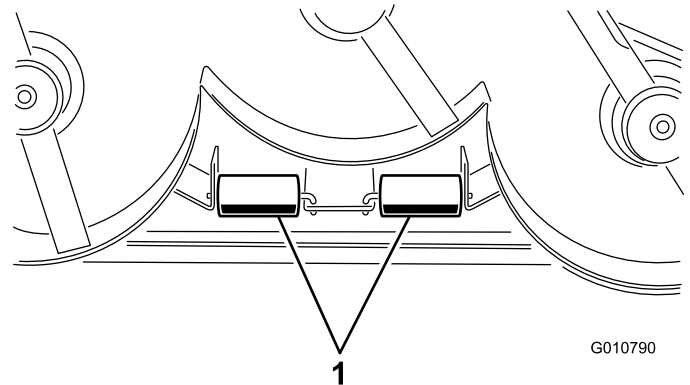

Figura 12
1. Rimuovete le coppie che fissano gli alberi del rullo alle staffe sulla parte inferiore del piatto di taglio (Figura 12).